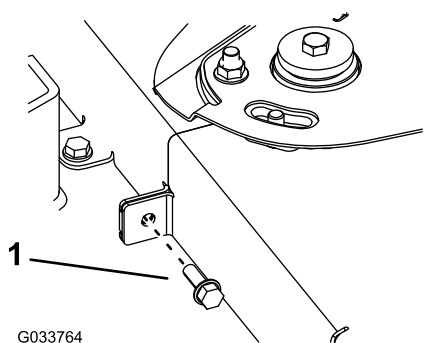

Figure 70
6. Retirez le boulon qui fixe les deux couvercles de courroie (Figure 70).
11. Reposez le boulon pour fixer les deux couvercles de courroie (Figure 70).